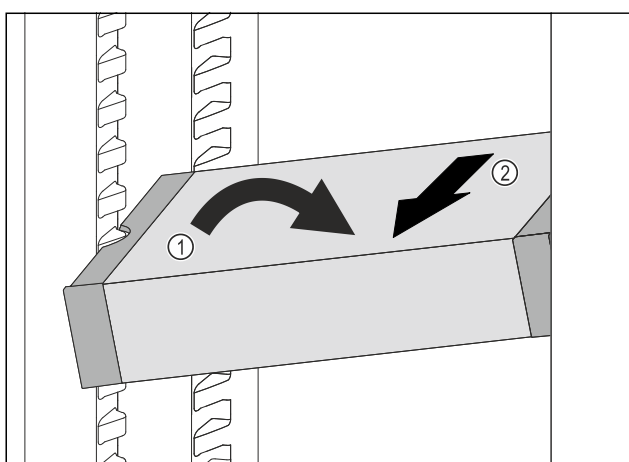

Fig. 81
- ▶ VarioSafe postavte v chladničce šikmo. Fig. 81 (1)
- ▶ VarioSafe odeberte směrem dopředu. Fig. 81 (2)